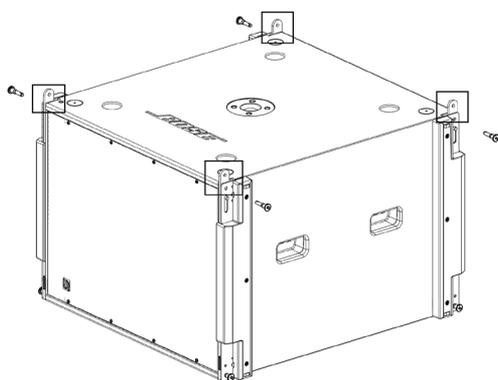

図3. サブウーファーのリンクを上げる
7. ピンを外してサブウーファーの4つのコーナーにある連結用のリンクを上げて、リンクスイッチをSTOW位置からLINK位置にスライドさせてピンを指し直します。図3を参照してください。